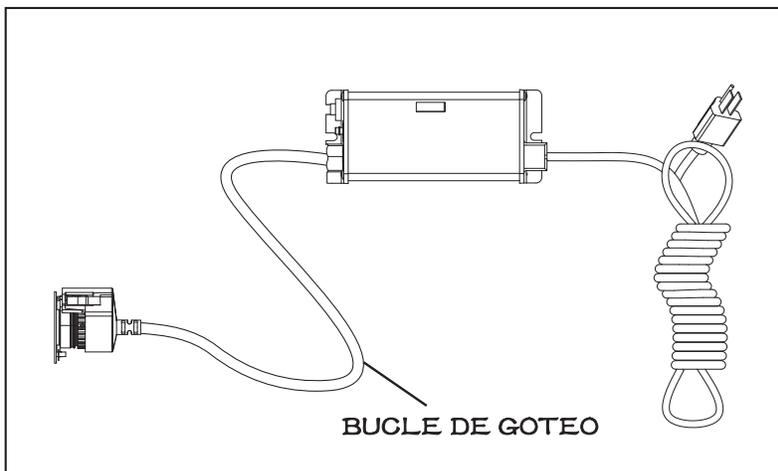

Figura 6 Bucle de goteo
- El controlador se debe montar encima o al lado de la cámara. Siempre monte el controlador horizontalmente para evitar que la humedad se filtre por la canalización de los cables y provoque un peligro de incendio. Es muy recomendable usar bucles de goteo en los cables conectados al controlador. Consulte Figura 6.
4. Monte el controlador VIQUA ICE de forma horizontal a la pared, cerca de la cámara. Lo ideal sería colocar el controlador sobre la cámara y lejos de cualquier punto de conexión de agua para evitar que se vierta agua en el controlador por medio de fugas en un punto de conexión o un sistema de "transpiración". Asegúrese de permitir un "bucle de goteo", como se muestra en la Figura 6, en la lámpara, el sensor y el cable de alimentación para evitar, de nuevo, que entre agua en el controlador.